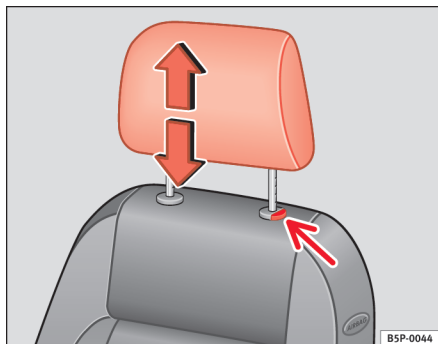

Fig. 93 Indstilling eller afmontering af hovedstøtte
- Tryk på knappen ⇒ fig. 93 (pil).